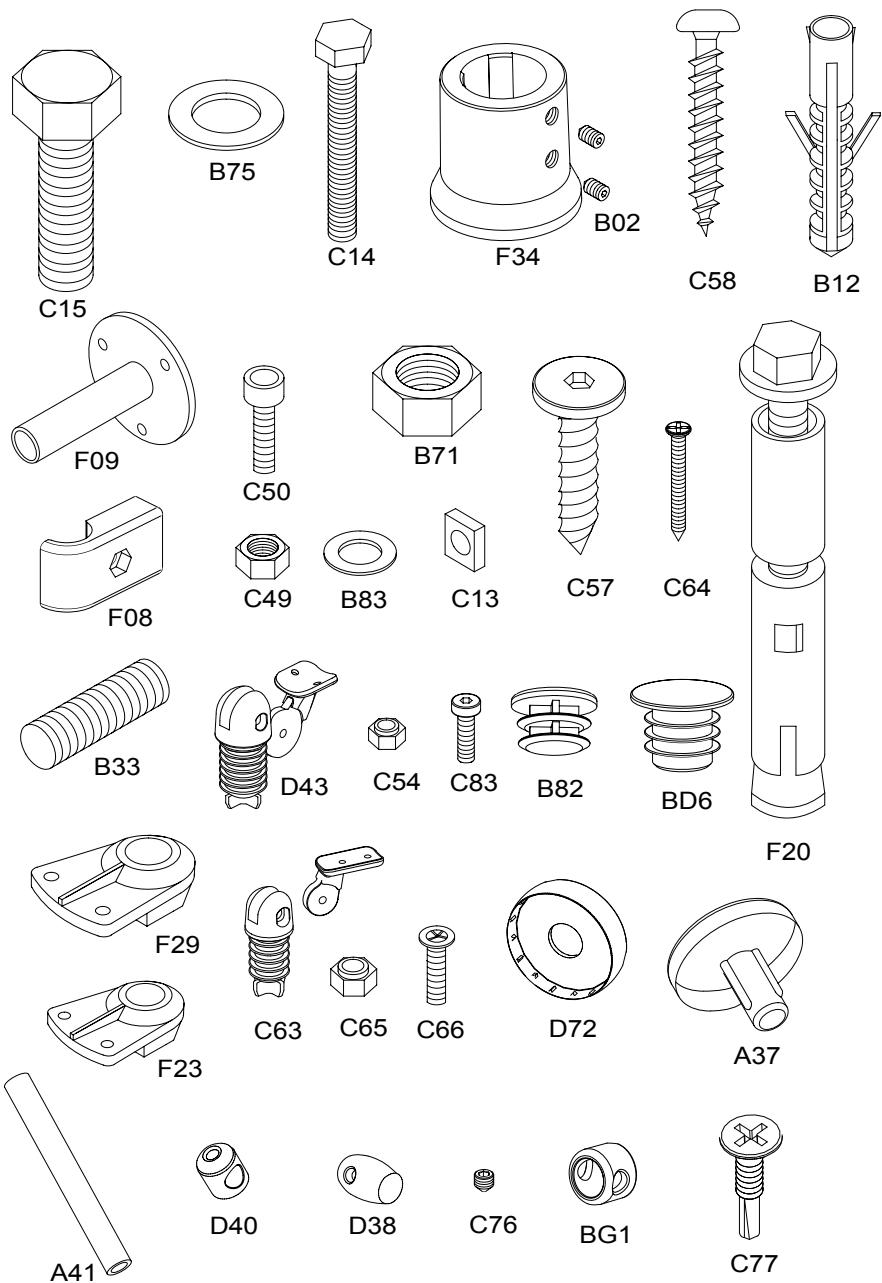

FIG. 1
15. Monter elementene C63, C65, C66, BG1, C77 og B82 på spilene CB6 (fig. 7) (fig. 1). (fig. 1a); monter elementene D43, C83, C54, BG1 og C77 på spilene CL9 (fig. 7) (fig. 1). Advarsel: Tilpass huller i artiklene C63 og D43 med hullene i spilene CB6, CB7 og CL9 (fig. 7).
- igjen et stykke av håndløperen for å feste den ytterste spilen CB6, som du ikke har satt i ennå) med artiklene C64 og skruverktøyet. Sett sammen håndløperelementene A22 med artiklene B33 og D72 og lim X01. Ved den første og siste spilen kutter du av den overflødige delen av håndløperen med en metallsag, og avslutter monteringen med elementet A37 som du fester ved hjelp av artikkelen C64 og lim X01 (fig. 1).
18. Kontroller at hele trappen er loddrett og juster den, hvis nødvendig, ved å flytte på bæreelementet N16 (fig. 1)..
19. Demonter det første trinnet L73 og lag huller i gulvet med bor-Ø 14 mm på høyde med hullene i bæreelementet N16 (fig. 1).
20. Sett i elementene F20 og stram dem permanent til (fig. 1).
22. For å stive opp trappen ytterligere, fester du elementene F09 til veggens og føyer dem sammen med spilene C03 med elementene F08. Lag hull med bor-Ø 8 mm og bruk elementene C50, C49, C58 og B12 (fig. 1).